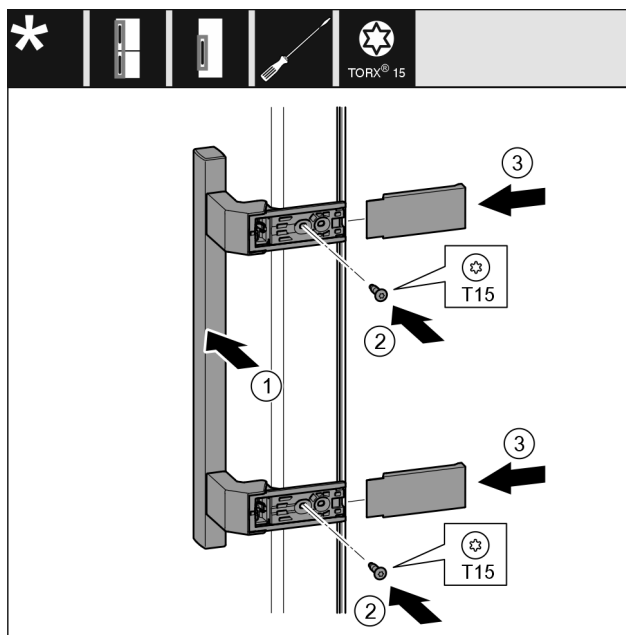

Fig. 19
- Placer la poignée Fig. 19 (1) du côté opposé.
- Serrer les vis Fig. 19 (2) avec un tournevis.
- Placer les caches Fig. 19 (3) sur le côté et les faire glisser.